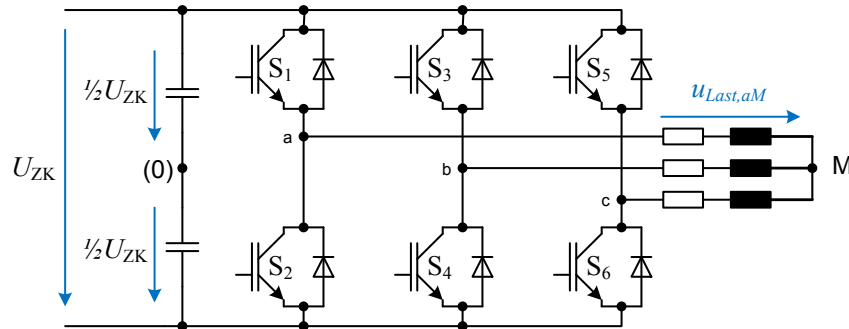

Abbildung 2.1: Prinzipielles Ersatzschaltbild eines Dreiphasen-Spannungswechselrichters
- 2.2. Welche Werte kann die Spannung über jeweils einen der drei Laststränge (z.B. $u_{\text{Last,aM}}$) bei der Schaltung in Abb. 2.1 erreichen?
Frage 2: Welche Werte kann die Spannung über jeweils einen der drei Laststränge (z.B. $u_{Last,aM}$) bei der Schaltung in Abb. 2.1 erreichen?